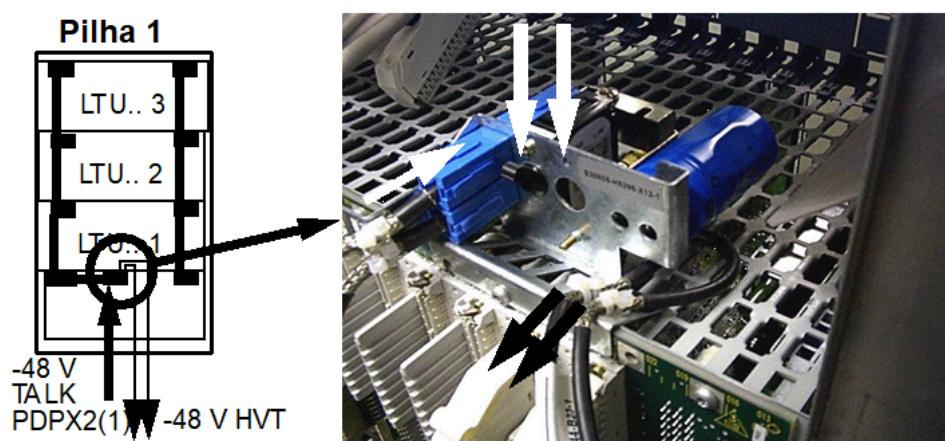

**Figura 210: Ligações -48V redundantes entre o PDPX2 e o bastidor do módulo**
- 2) No lado posterior de cada pilha, ligar respectivamente um cabo TALK -48 V e um cabo BULK -48 V (proveniente do PDPX2 (1) pilha 1/2 e do PDPX2 (2) pilha 3/4) aos acessos -48 V dos bastidores inferiores. A Tabela 18: Ligações -48-V redundantes entre o BAMX e o armário do OpenScape 4000 na página 245 e a Figura 210: Ligações -48V redundantes entre o PDPX2 e o bastidor do módulo na página 246 mostram como os cabos Bulk e Talk do BAMX devem ser ligados à s caixas OpenScape 4000.